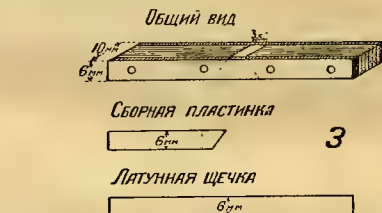

Рис. 7. Общий вид и детали сердечника.
Сердечник катушек (3), изображенный на рис. 7, изготавливается из пластинок, вырезанных из мягкого железа. Форма их показана на рис. 7. Ширина их — 6 мм, а длина зависит от ширины магнита, — нужный размер легко сообразить, сравнив чертежи 5, 9 и 10. Число отдельных пластинок зависит от толщины взятого железа и определяется размером собранного сердечника. Когда пластинки готовы, покрыты лаком и высохли, они соединяются между двумя латунными планками. Все вместе зажимается в тиски, целиком просверливается в показанных на рисунке местах, и стягивается заклепками, которые можно сделать из тонких гвоздей. Теперь собранный сердечник имеет весьма грубый вид и требует тщательной отделки, почему в размерах при заготовке вчерне рекомендуется давать некоторый допуск на обработку. Все углы должны быть строго прямыми и толщина сердечника — одинакова во всех местах. Особой тщательности требует обработка поверхности, которая при сборке громкоговорителя прилегает к магниту (та, что имеет ушки — $3\frac{1}{2}$ мм — прорез).